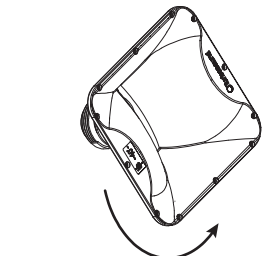

Fig. 5
6. Gire la bocina para lograr el patrón de cobertura deseado (fig. 5).